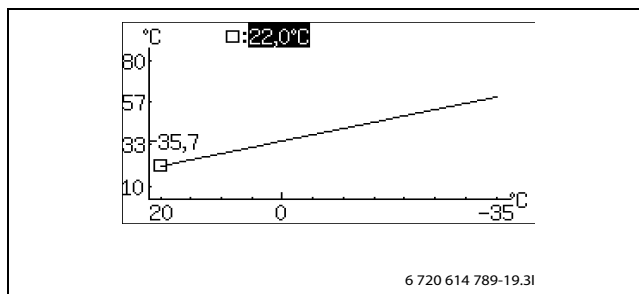

Рис. 24
- Поверните ручку управления, когда выделен квадратик, пока не будет отмечен 0°C (→ рис. 24).